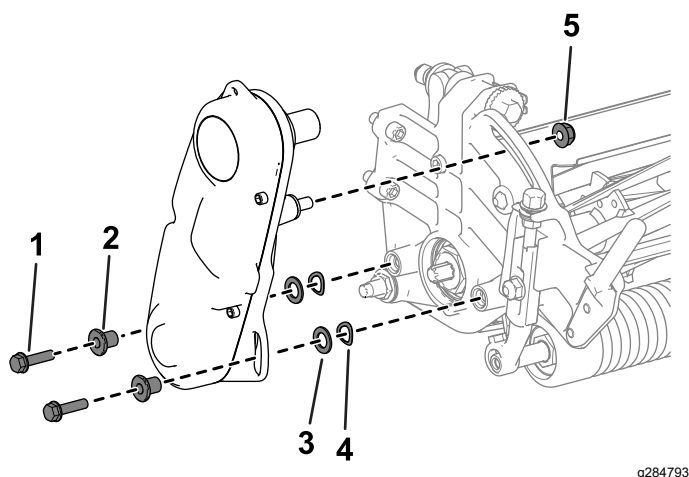

Figura 12
1. Rimuovete la bulloneria che fissa il gruppo trasmissione del cilindro alla piastra laterale (Figura 12).
2. Rimuovete il gruppo trasmissione del cilindro, le rondelle piatte, le rondelle elastiche e i distanziali dalla piastra laterale (Figura 12).